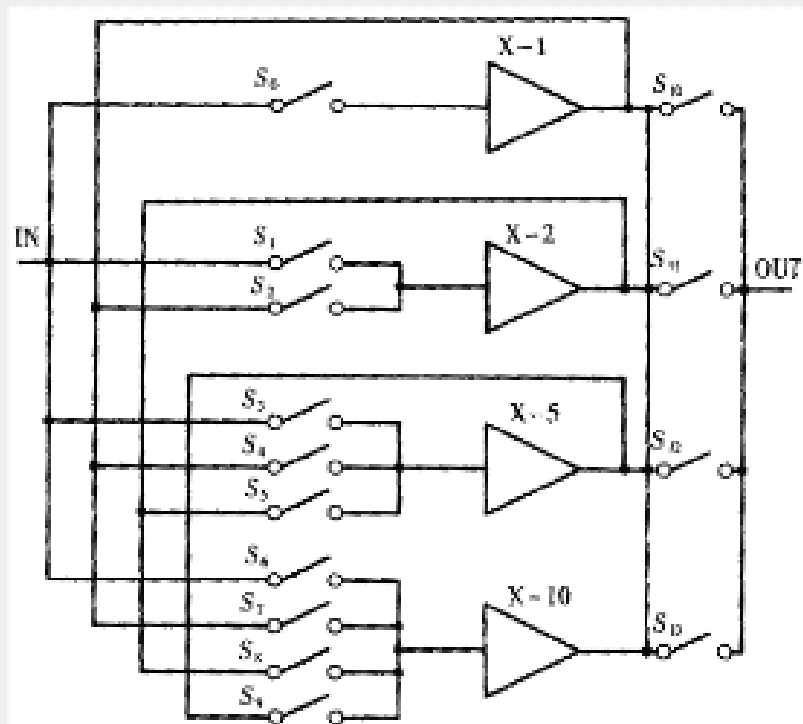

图 8 交流放大器原理
41. 微机械惯性传感器在施加激励信号后，即处于振动状态。传感器有差动微电容量变化 $C_0+\Delta C$ 和 $C_0-\Delta C$ 。采用电荷放大器电路提取出 ΔC ，此电压信号仍然很弹，需要进一步放大处理，于是采用图8所示的交流放大器。
42. 交流放大器由4个放大倍数为-1、-2、-5、-10的运算放大器级联组成，进一步放大被测信号，同时调整幅值以便适应解调器的输入。图8中的开关选用ADG211模拟开关，通过控制模拟开关的开合，可以任意选择某级或某几级放大器参加工作，实现对放大倍数正负1、2、5、10、20、50、100的整倍数调整。例如，将模拟开关 S_0 、 S_2 、 S_8 、 S_{13} 闭合，其他开关全部打开，